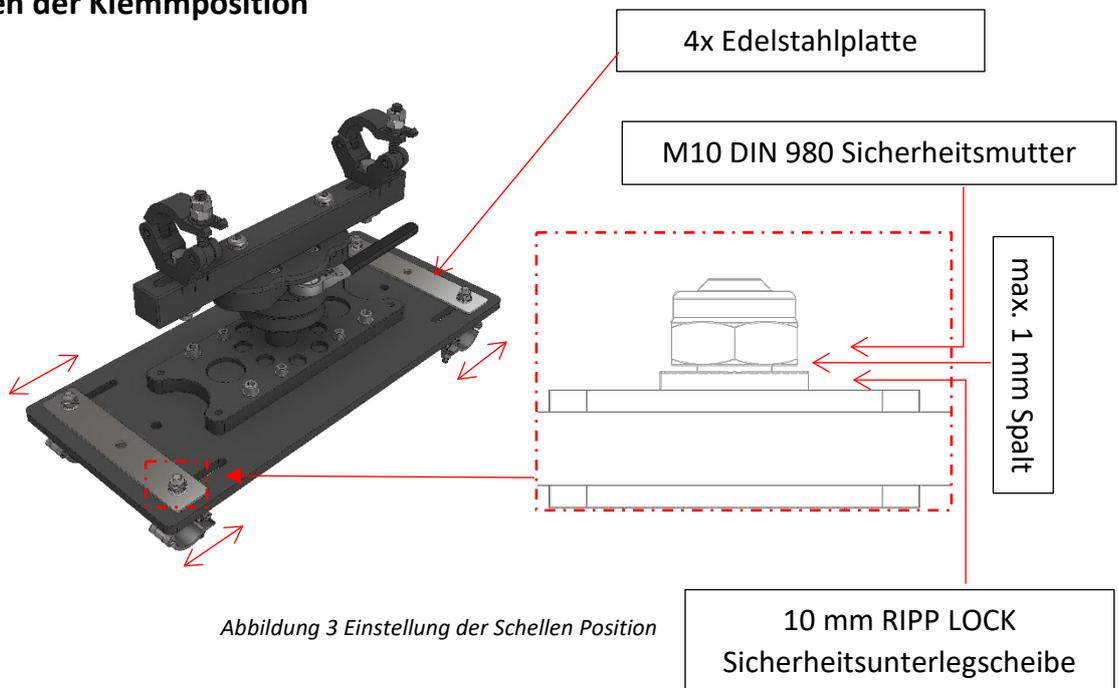

Abbildung 3 Einstellung der Schellen Position
**Schritt 1:** Lösen Sie die vier DIN 980 M10-Sicherheitsmutter, bis zwischen der Mutter und der 10-mm-RIPP-LOCK-Sicherheitsunterlegscheibe ein Spalt von maximal 1 mm entsteht, wie in Abbildung 3 Einstellung der Schellen Position beschrieben. Damit kann die Position der Schellen an die Abmessungen eines geeigneten EVO FRAME angepasst werden.